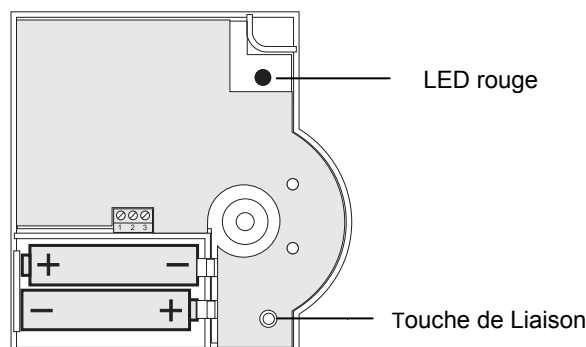

Figure 2: Polarité des piles et touche de Liaison
- ▶ Mettez en place les piles Mignon fournies en respectant la polarité (voir Figure 2). Lorsque la LED rouge du HCW 82/HCF 82 clignote, les piles doivent être remplacées (voir "Changement de piles", Page 14).